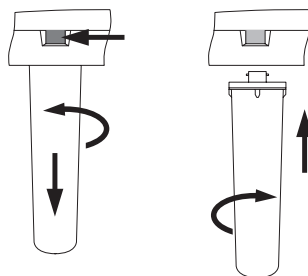

Рис. 11
- Нажав до упора и удерживая стопорную кнопку, поверните использованные модули К5 и (или) К2 против часовой стрелки и выньте их (рис. 11).